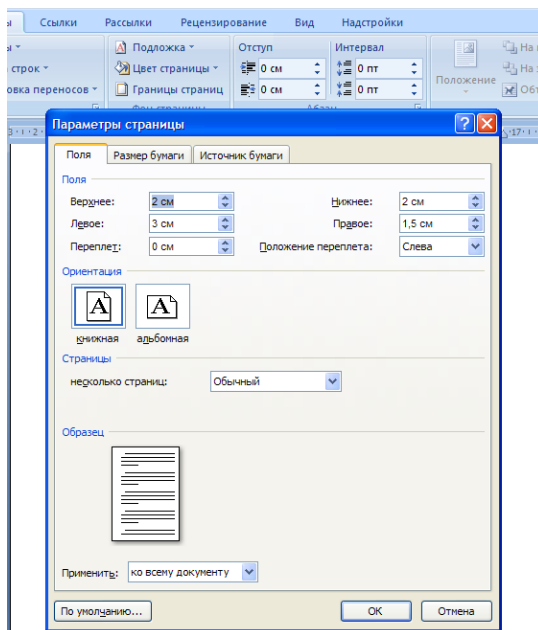

Fig. 1. Parametrii paginii
4. Figurile trebuie să conțină legendă (vezi Fig. 1). După legendă se lasă un rând liber.